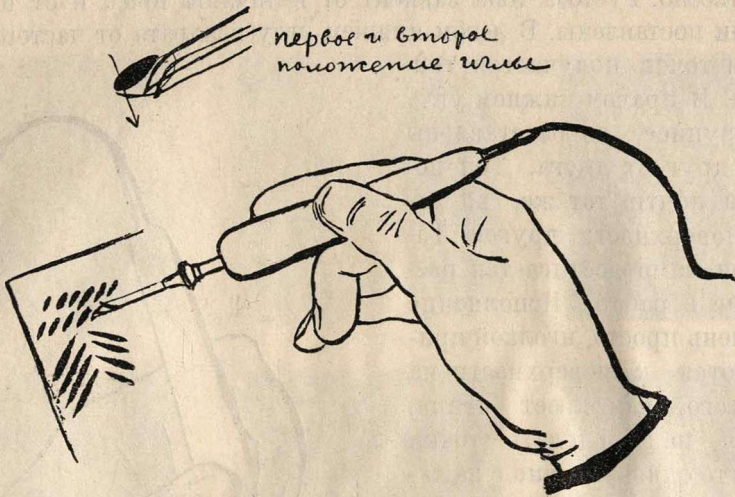

Рис. 14
4. Квадрат похож на предыдущий, только игла отклонена вправо. При этом, погрузив иглу в доску, ее отводят вниз, отчего черточка получается и шире и темней (рис. 14).
5. Игла держится так же, как и при исполнении предыдущего квадрата, с той только разницей, что штрих делается длинней. Начиная с левого угла, водят иглой снизу вверх, второй ряд исполняют, повернув дощечку несколько налево; черточки исполняют, ведя иглой сверху вниз (рис. 14).
9. Игла держится, как при выполнении квадратов 4 и 6 (рис. 14 и 15), но только мазок делается длинным и проводится слева направо. Желая сделать его шире и глубже, проходят несколько раз по одному и тому же месту, оставляя между мазками промежутки.